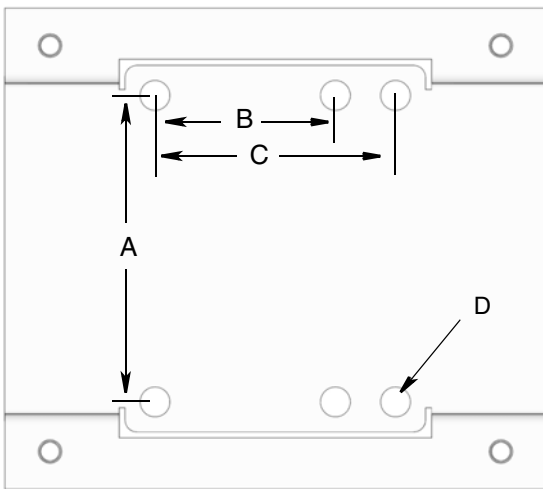

FIG. 6
- Taladre agujeros en la superficie de montaje. Use la base del carrete (103) como plantilla para la posición del agujero de montaje o consulte la FIG. 6 para obtener las dimensiones.